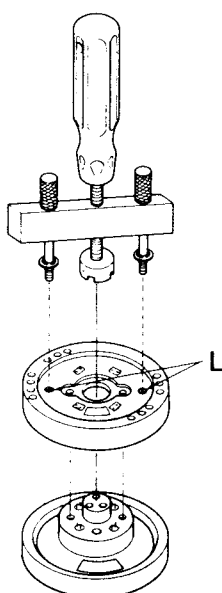

Fig. 10
- Gegebenenfalls Kopfscheiben-Abziehvorrichtung verwenden (Fig. 10). Hierzu die Abziehvorrichtung in den Gewindelöchern "L" der Kopfscheibe befestigen und den Handgriff im Uhrzeigersinn drehen bis die Kopfscheibe von der Achse abgezogen ist.
- If necessary use the Head Wheel Extractor (Fig. 10). For this locate the extractor into the holes "L" drilled in the Head Wheel and rotate the handle in the clockwise direction until the Head Wheel is pulled off the shaft.